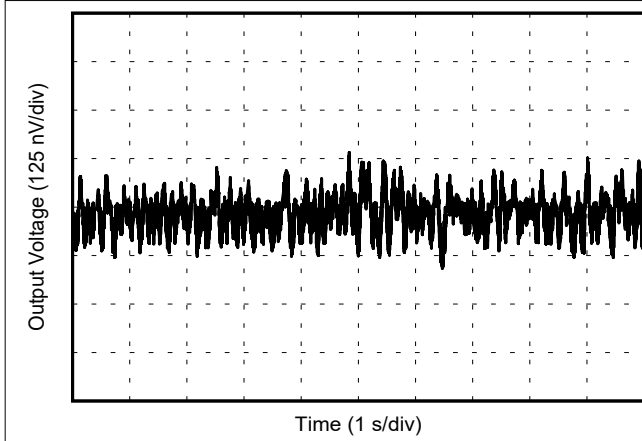

図 6-5. 0.1Hz~10Hz のノイズ
0.1Hz~10Hz のノイズ	<a href="#">図 6-5</a>